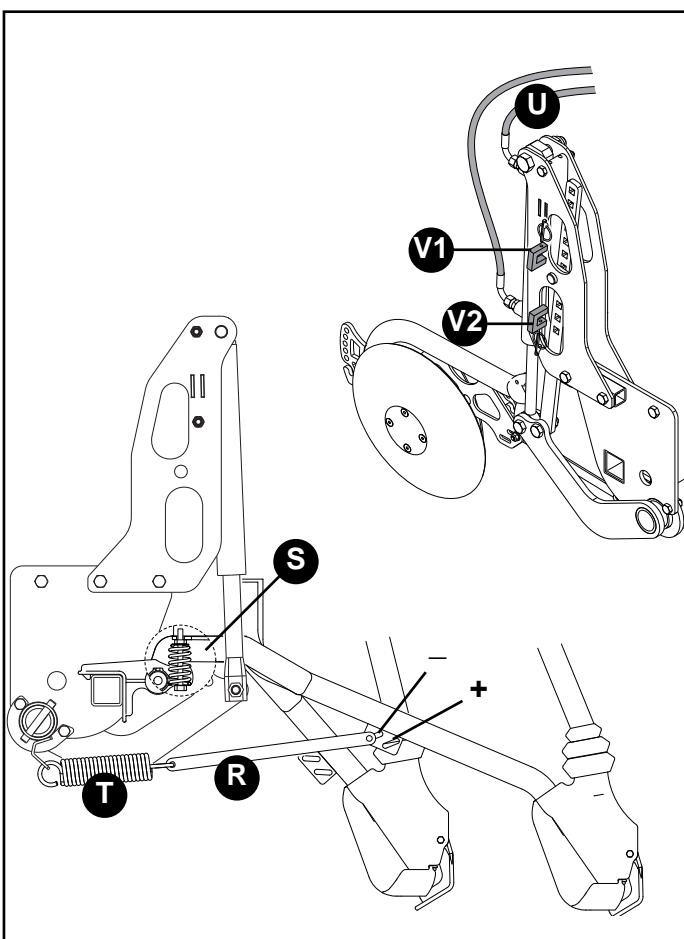

fig. 39
I blocchetti (V1-V2, Fig. 39) determinano rispettivamente la massima e la minima pressione applicabile agli assolatori fungendo da finecorsa del cilindro oleodinamico.
Si può ulteriormente regolare la pressione, singolarmente, cambiando la posizione del tirante (R, Fig. 39).
Solo con assolatori a stivaletto è disponibile, come accessorio, una molla (S, Fig. 39) che consente di azzerare il peso del singolo elemento a molla (T) completamente scarica. In questa situazione è possibile eseguire semine superficiali.